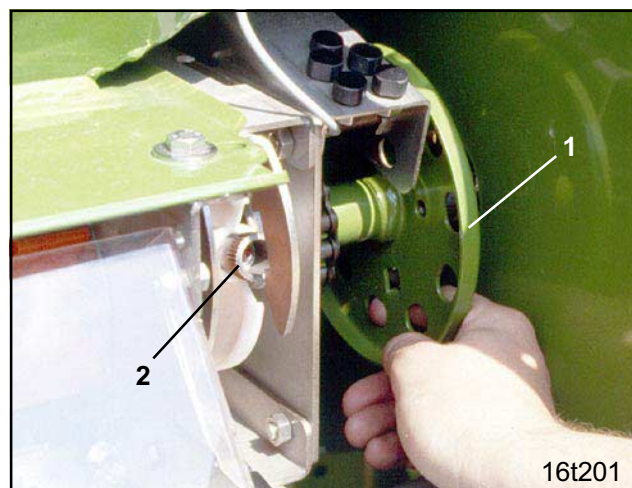

Fig. 11.7
- Колесико (Рис. 11.7/1) проверните настолько, пока не будут видны винты с накатанной головкой (Рис. 11.7/2).